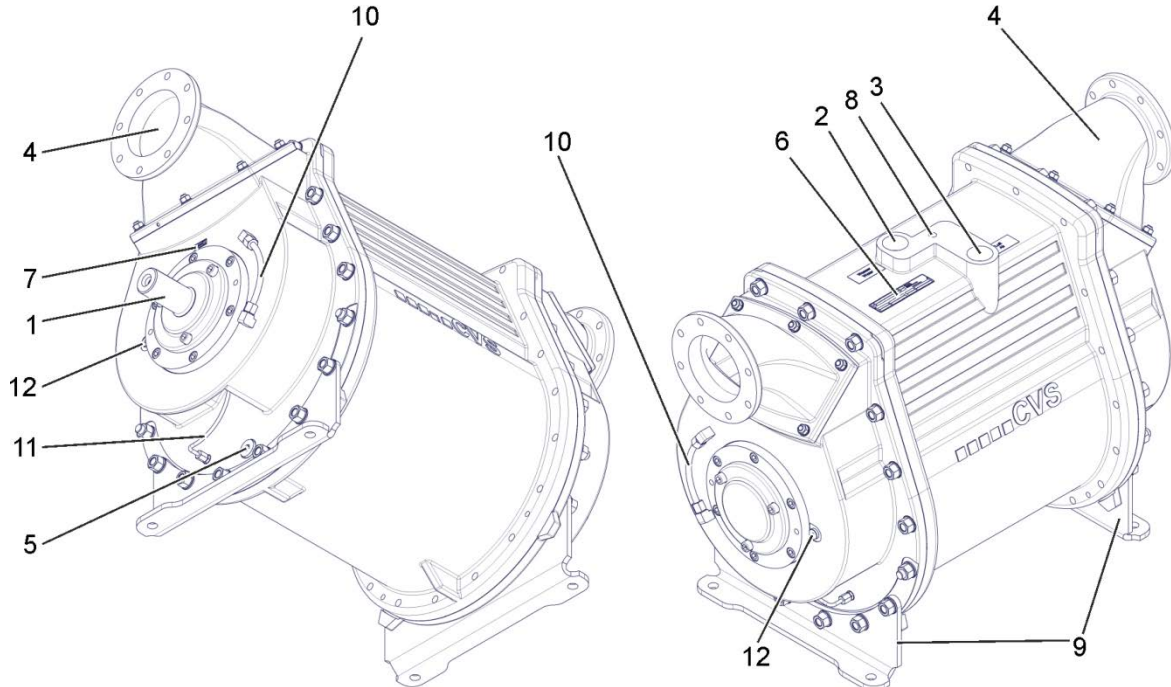

Fig. 1 : Structure
- Uniquement utiliser la vis à anneau prévu à cet effet. Voir page 19, Fig. 1, pos. 8
Voir flèche du sens de rotation à la page 19, Fig. 1, pos. 7.
- Remplir l'eau de service directement à la VacuStar WR jusqu'au milieu de l'arbre (voir page 19, Fig. 1, pos. 10 « Affichage de l'eau de service »). Les vannes d'arrêt d'eau situées dans les conduites d'arrivée de l'eau de service évitent le remplissage de la VacuStar WR par le récipient de réserve d'eau de service.
- Toujours remplir la pompe à anneau liquide avant le démarrage jusqu'à environ la moitié (milieu de l'arbre) de liquide. (voir page 19, Fig. 1, pos. 10)